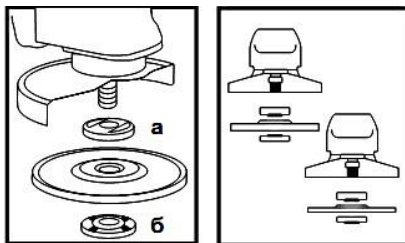

Рисунок 2
4.4 Встановіть на виріб шліфувальний або відрізний круг. Для цього натисніть на кнопку фіксації шпинделя (1) і перевірте його до такого положення, при якому він зафіксується. За допомогою вилочного ключа з комплекту виробу відверніть і зніміть затискну гайку (б) (дивіться рисунок 2). Встановіть шліфувальний диск на посадкове місце фланцевої шайби (а) (рисунок 2), наживіть рукою затискну гайку на шпиндель і затягніть її ключем з комплекту приладу.